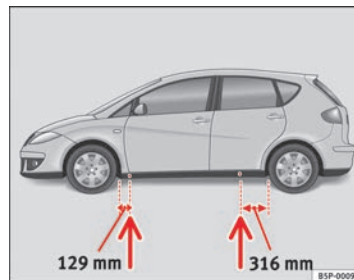

Abb. 177 Aufnahmepunkte für den Wagenheber
- Suchen Sie den Aufnahmepunkt am Unterholm, der dem zu wechselnden Rad am nächsten liegt ⇒ Seite 273, Abb. 177.
Am Unterholm kennzeichnen jeweils vorn und hinten Eindrückungen die Stellen, an denen der Wagenheber angesetzt werden darf ⇒ Seite 273, Abb. 177. Es gibt für jedes Rad genau eine Stelle. An anderen Stellen darf der Wagenheber nicht angesetzt werden.